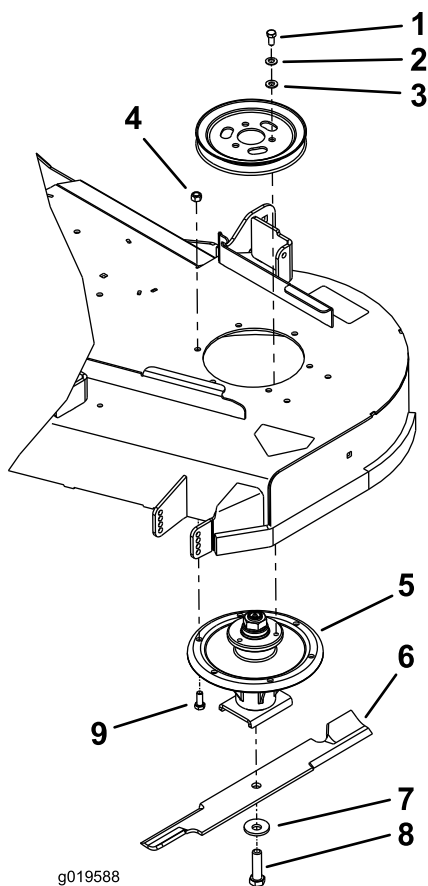

Bild 1
befestigt ist. Bewahren Sie die Mähwerkriemenscheibe auf und werfen Sie die Schrauben weg (Bild 1).
9. Montieren Sie die neuen Spindeln mit sechs Schrauben (M10-1,5 x 25) und sechs Muttern (M10-1,5) unter dem Mähwerk (Bild 1).
und setzen Sie drei Schrauben (3/8" x 3/4"), drei kleine Wellenscheiben und drei Flachscheiben ein (Bild 1).
11. Befestigen Sie das Messer mit der Messerschraube und einer großen Wellenscheibe an der Spindel. Ziehen Sie die Messerschraube mit 115 bis 150 Nm an. Bild 1